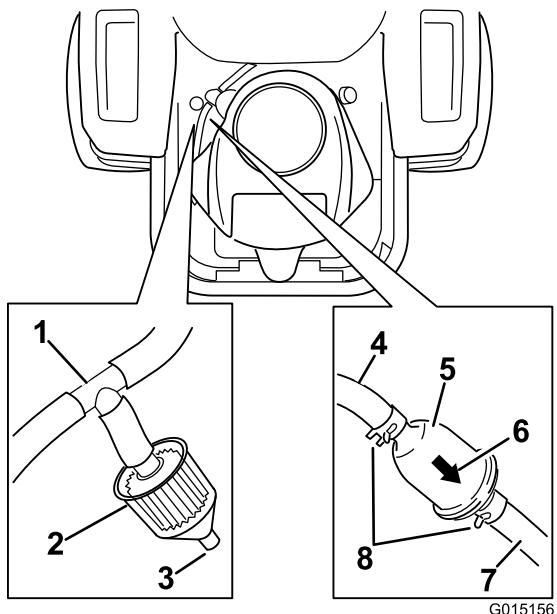

Figura 44
- Levante el asiento y localice los filtros de combustible, según se muestra en Figura 44.
La máquina incorpora un filtro de emisiones (Figura 44) conectado a un acoplamiento en T en el tubo de ventilación que viene del depósito de combustible. El filtro tiene un conector abierto por diseño. El filtro debe ser inspeccionado regularmente. Cambie el filtro si está sucio u obturado.
7. Instale un filtro nuevo – la flecha que indica el sentido de flujo debe apuntar hacia el motor. Acerque las abrazaderas al filtro (Figura 44) para sujetarlo.